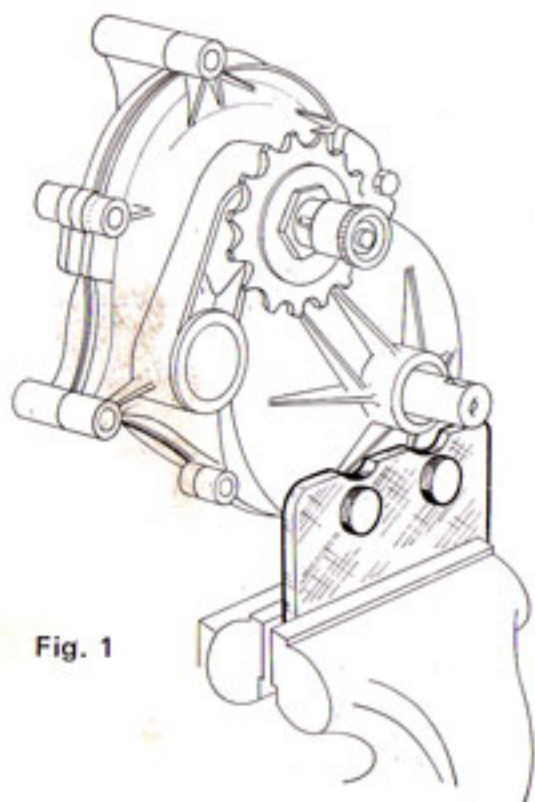

Fig. 1
- Fixer la boîte relais à l'étau par l'intermédiaire de l'outil $\frac{\text{MB-1495}}{\text{VAR-483}}$ Fig. 1